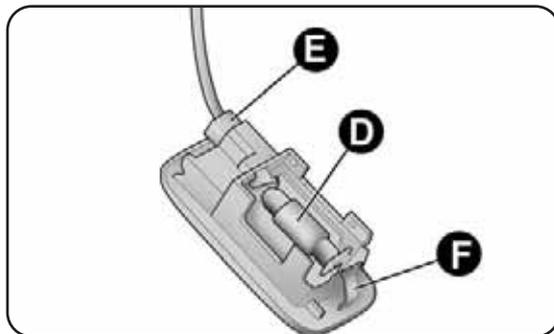

fig. 37
- retirar a protecção B desprendendo-a das aletas C, substituir a lâmpada D-fig. 37 puxando-a para o exterior e desprendendo-a dos contactos laterais;
- remontar o plafonier introduzindo-o primeiro do lado E-fig. 37 e a seguir premir no outro lado até sentir o ressalto de bloqueio da lingueta F.